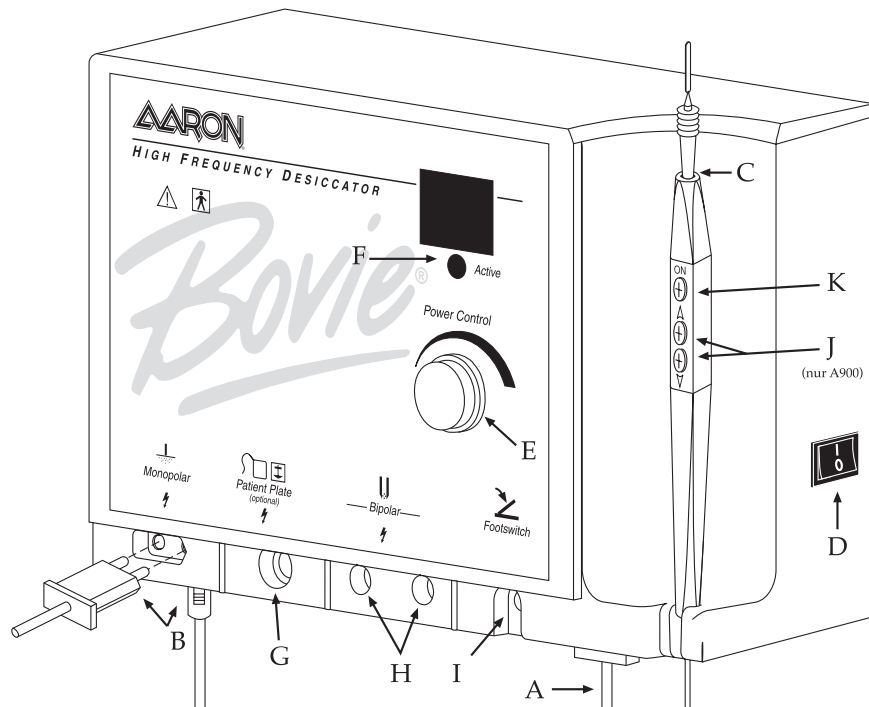

Abbildung 2
2. Die Buchse des Stromversorgungskabels in die Unterseite des Gerätes einführen (siehe Abbildung 2 - A).
4. Das Handstück mit dem einpoligen Ausgang unten links an der Vorderseite des Gerätes verbinden (siehe Abbildung 2 - B). Der Stecker passt nur in einer Richtung. Den kleineren, runden Steckverbinder des Handstücks (nur A900) in die Buchse an der Geräteunterseite einführen (siehe Abbildung 2 - B). Das Handstück besitzt drei Taster, damit der Arzt die Leistungsstufen bequem per Hand einstellen kann.
5. Die Standardelektrode in das Handstück schieben, bis sie fest sitzt (siehe Abbildung 2 - C). In das Handstück passen fast alle Standardelektroden 3/32 Zoll.
7. Die Stromversorgung mit dem Schalter an der rechten Seite des Gerätes einschalten (siehe Abbildung 2 - D).
8. Stellen Sie die Leistung entweder mit dem Wahlschalter an der Vorderseite des Geräts ein (siehe Abb. 2, Buchstabe E), oder verwenden Sie dazu bei einem Aaron-900-Gerät die Auf- und Abwärtstasten am Handstück (siehe Abb. 2, Buchstabe J). Sobald die Leistungsstufe mit dem Handstück verändert wird, ertönt ein Signalton. Je länger die Auf- und Abwärtstaster gedrückt gehalten werden, desto schneller ändert sich die eingestellte Leistungsstufe, und die Ausgangsleistung kann schneller geändert werden. Die Ausgangsleistung wird unter 10 Watt in Schritten von „0,1“ Watt und zwischen 10 und 30 Watt in Schritten von 1 Watt angezeigt.
9. Das Handstück aus der Halterung nehmen, um das Gerät zu aktivieren. Das Handstück in die gewünschte Position bringen und den Aktivierungsschalter drücken (siehe Abbildung 2 - K). Sobald das Gerät aktiviert ist, ertönt ein Signalton, und die blaue Betriebsanzeige leuchtet (siehe Abbildung 2 - F).
10. Zur Verwendung der optionalen Erdungsplatte mit Kabel (A802EU) den Kabelstecker in den Ausgang der Erdungsplatte (siehe Abbildung 2 - G) einführen und das andere Ende mit der Erdungsplatte verbinden. Die Platte sollte so unter dem Patienten platziert werden, dass sie vollständig Kontakt mit der nackten Haut des Patienten hat. Weder Gel noch Creme auf die Platte auftragen.
11. Zur Verwendung des optionalen bipolaren Kabels (A827EU) die Stecker in die bipolaren Ausgangsleistung einführen (siehe Abbildung 2 - H). Anschließend wird das Kabel mit den bipolaren Zangen verbinden. Ein verschiebbarer Verschluss über dem einpoligen und dem bipolaren Ausgang verhindert, dass beide gleichzeitig benutzt werden.
12. Der optionale Fußschalter wird am Ausgang des Fußschalters angeschlossen und auf den Boden gestellt (siehe Abbildung 2 - I). Die Verwendung des Fußschalters ist bei einpoligen Verfahren optional, bei bipolaren Verfahren obligatorisch.